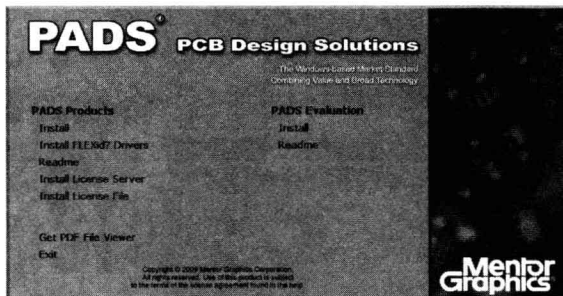
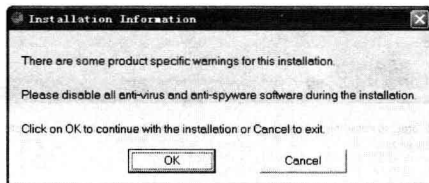

图 1-1 PADS 系列产品安装选择窗口
图 1-7 安装信息
(1) 从 Mentor 官方网站申请 PADS9.0 Evaluation Software 及 Activation Code。打开下载的 PADS9.0_eval 文件夹, 双击 autorun.exe, 弹出如图 1-1 所示窗口。
(1) 将安装盘放入到光驱中，自动运行，弹出如图 1-1 所示窗口。在“PADS Products”下单击按钮 ，会弹出安装信息和提示关闭杀毒软件，如图 1-7 所示。